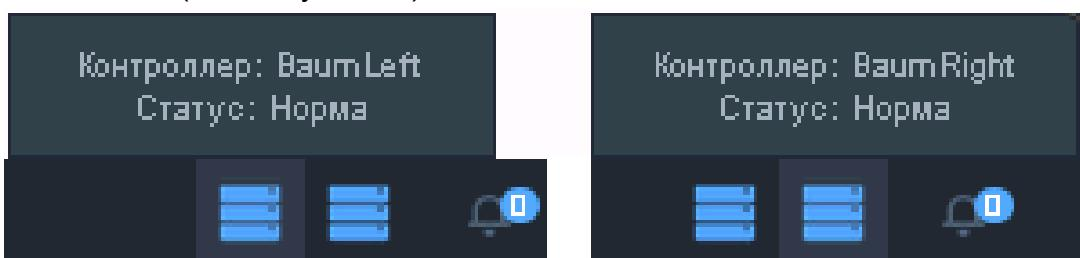

Рисунок 89 - Статус контроллеров на панели уведомлений
- 2) Перейти на вкладку «Статус» → «Системные записи». В поле «Выбрать контроллер» будет представлен выпадающий список, отражающий все контроллеры (в двухконтроллерной системе не надо выбирать контроллер). Количество контроллеров и их состояние также отображается на панели уведомлений (см. Рисунок 89).